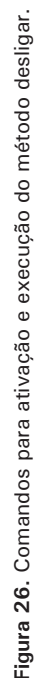

Figura 26. Comandos para ativação e execução do método desligar.
- Fechar a **Samplelist** (❌). No **System Control**, ir em **File** → **Activate Method** → **Activate a System Control Method File**. Selecionar o método Desligar existente na pasta **Star** e clicar em **Abrir**; esperar equilibrar as temperatura para esfriamento do sistema (Figura 26).